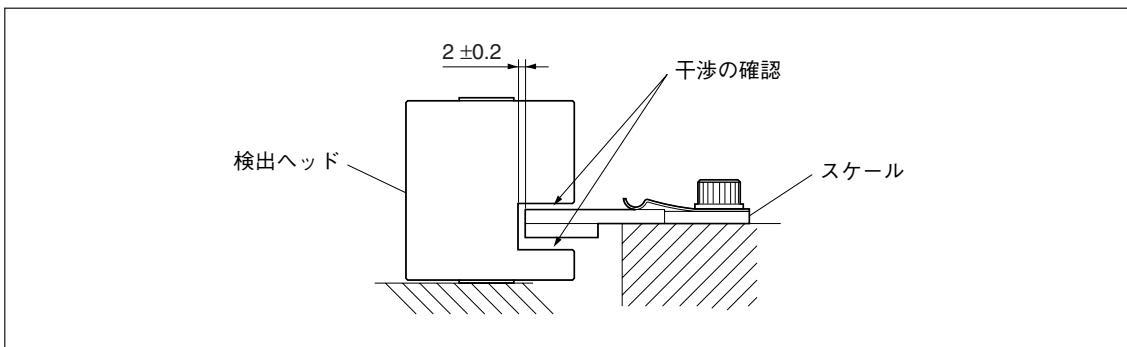

図3-19
- 4 スケールと検出ヘッドが干渉していないこと、および図3-19に示す隙間が 2 ± 0.2 mmであることを確認してください。